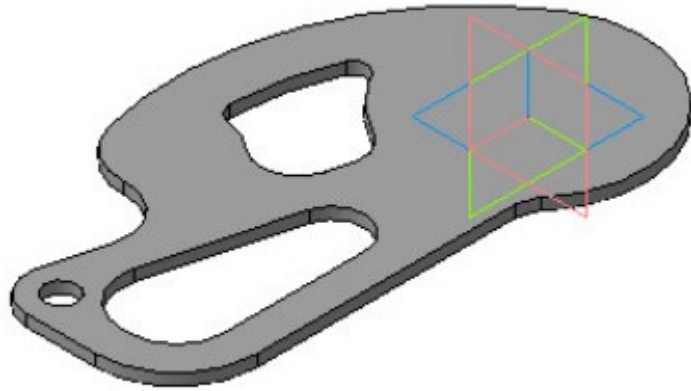

Рис. 10.3
- с помощью команды Операция выдавливания создайте основание детали толщиной 5 мм (рис. 10.3);